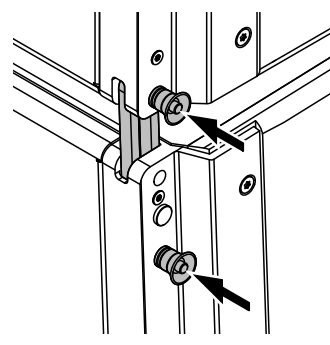

Abb. 4: SUB zu SUB, 2° Öffnungswinkel, gesperrt
4. SUB zu SUB mit 2° Öffnungswinkel (gesperrt) zwischen den Lautsprechern (⇒ Abb. 4).